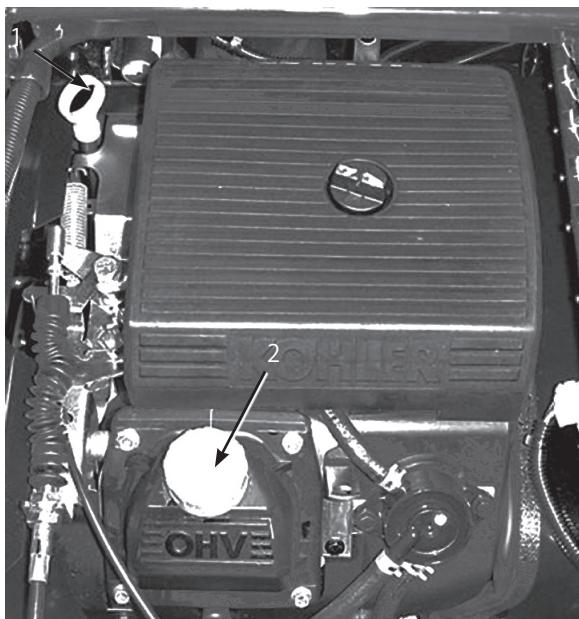

図6
2. ディップスティックを抜き、ウェスで一度きれいに拭く（図6）。ディップスティックを、チューブの根元までもう一度しっかりと差し込む。引き抜いて油量を点検する。
3. 油量が少なければ、バルブ・カバーの上についている補給口（図6）を開け、ディップスティックのFullマークまでオイルを補給する；オイルの種類や粘度の選